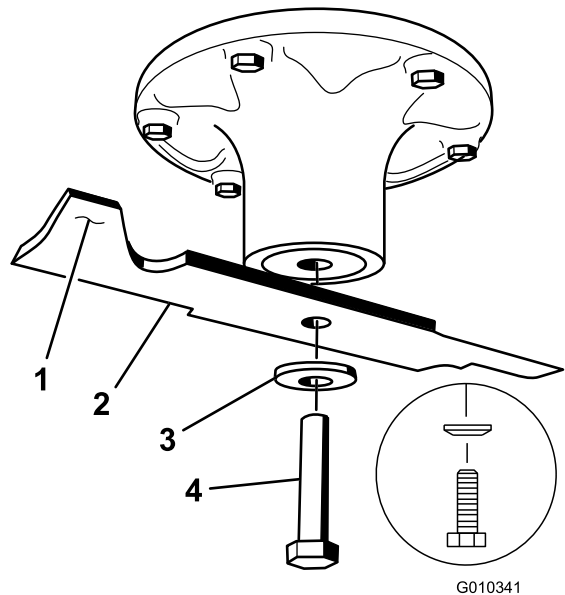

Figura 74
- Retire del eje el perno de la cuchilla, la arandela curva y la cuchilla (Figura 74).